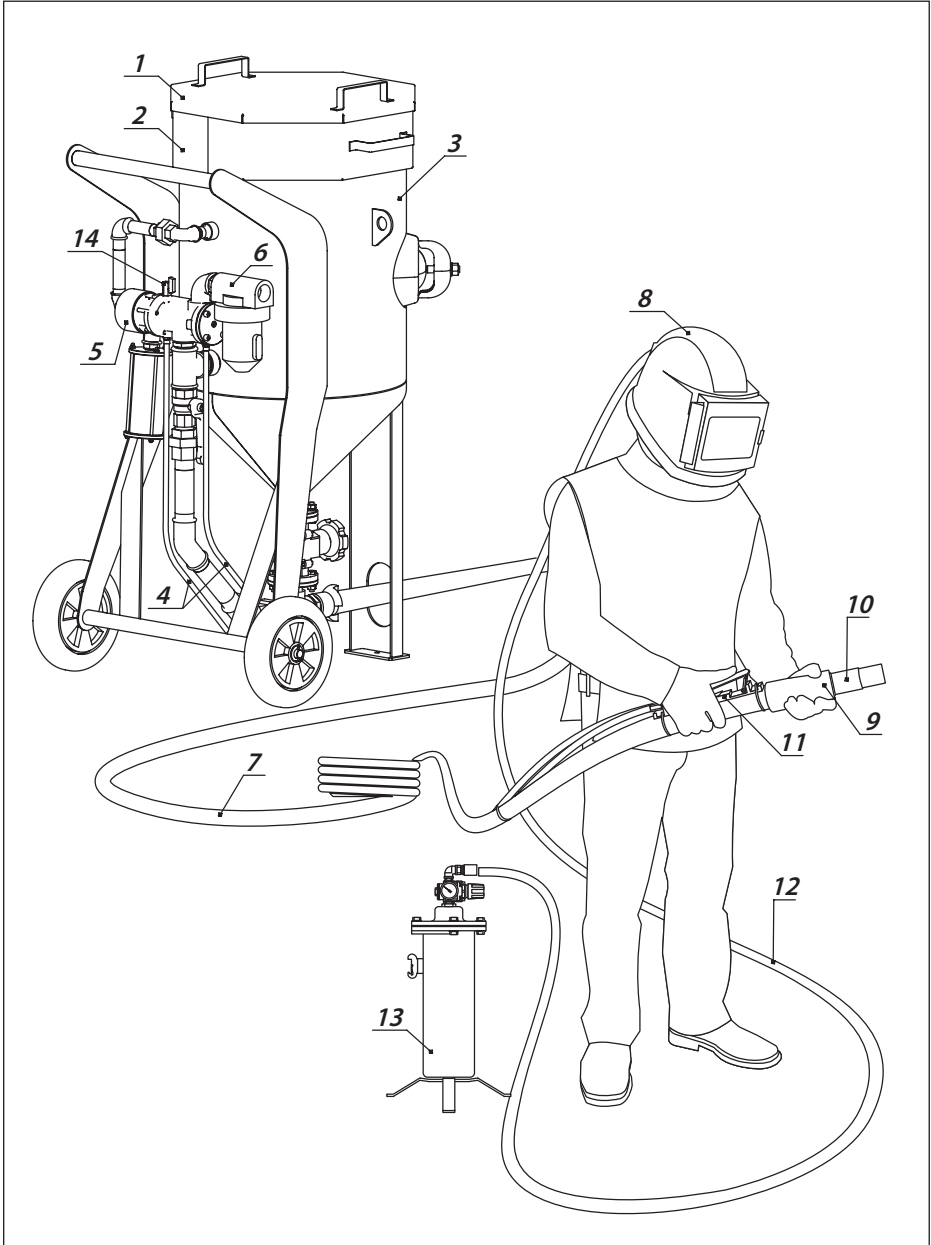

Abb. 2.1.
◀ Abb. 2.1.
10. Öffnen Sie das Unterbrecherventil 14 (Abb. 2.1).